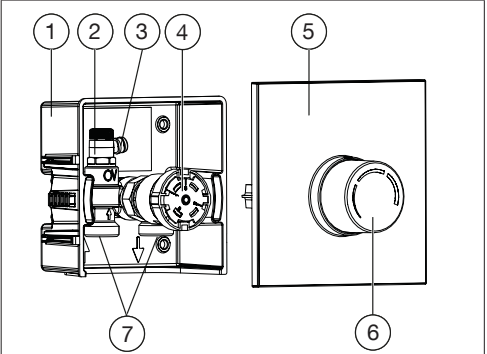

Fig. 2: Structura Unibox RTL
Înainte de montarea termostatlui RTL de schimb, trebuie demontat mai întâi termostatul RTL existent (vezi fig. 2 (4)).